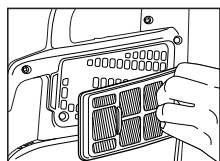

Fig. 2
2. Retire el filtro sujetándolo por los bordes y jalándolo directamente hacia fuera (Fig. 2).